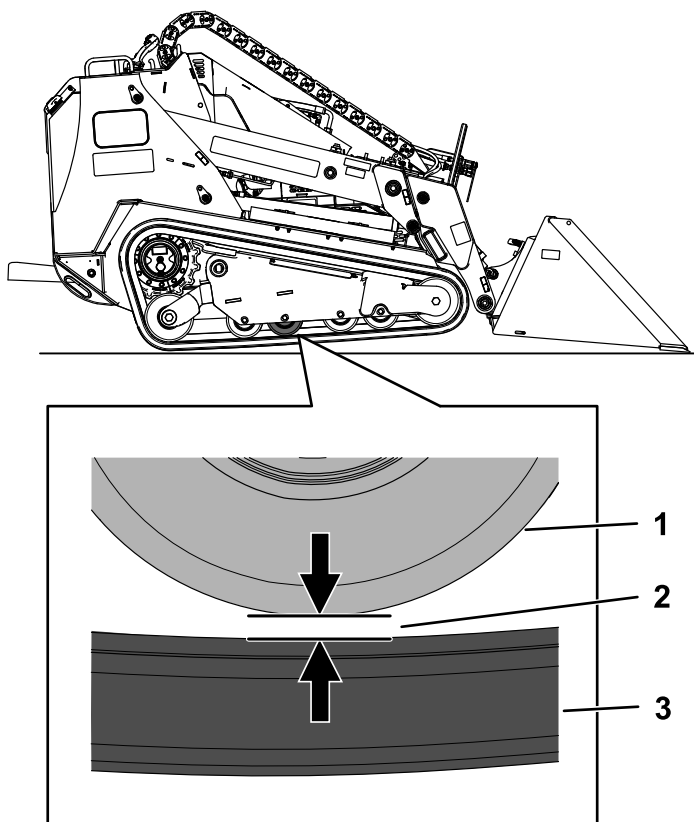

Figure 67
4. Vérifiez qu'un espace de 20 mm (0,8 po) existe entre le deuxième galet de roulement à partir de l'arrière et la chenille, comme montré à la Figure 67. Si un réglage est nécessaire, voir Réglage de la tension des chenilles (page 47).
7. Avec une clé à cliquet de ½ pouce, tournez la vis de tension jusqu'à obtention d'un espace de 20 mm (0,79 po) entre le galet de roulement et la chenille, comme montré à la Figure 67.
10. Avec une clé à cliquet de ½ pouce, tournez la vis de tension jusqu'à obtention d'un espace de 20 mm (0,79 po) entre le galet de roulement et la chenille, comme montré à la Figure 67.